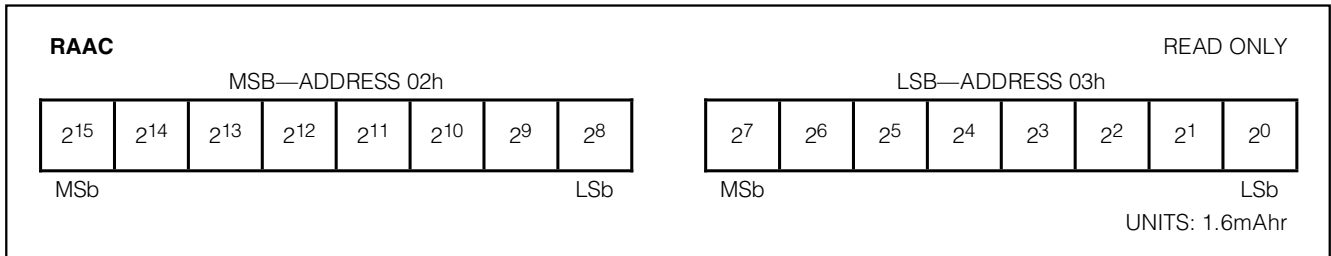

图14. 剩余绝对有效电量寄存器格式
**剩余绝对有效电量RAAC，[mAh]**：RAAC报告当前温度下从有效工作状态下的空放电量(IAE)到有效空电量时能够得到的电量，以绝对值表示，单位为mAh。RAAC为16位。请参见图14。